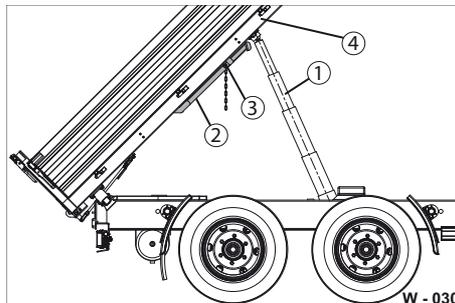

Abb. 24 Wartungsstütze in Fahrstellung
- Kippen Sie die Ladebrücke (Abb. 24/4) hydraulisch nach hinten ab.